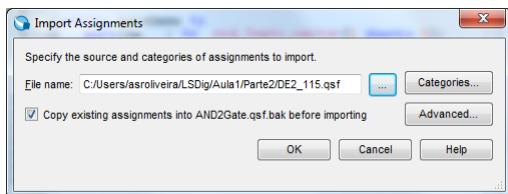

Figura 42 – Importação do ficheiro “DE2_115.qsf” com as definições dos pinos da FPGA ligados aos dispositivos do kit.
13. Importe as definições de pinos da FPGA da placa de desenvolvimento, usando o menu “Assignments→Import Assignments” (Figura 42).